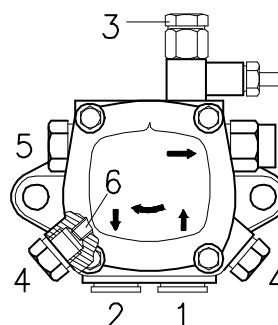

Fig. 18
7.3 Pompa (Fig. 18)
- perché la pompa possa autoinnescarsi è indispensabile allentare una delle viti 3 (Fig. 18) della pompa per sfiatare l'aria contenuta nel tubo di aspirazione.
Per variare la pressione della pompa agire sulla vite 5)(Fig. 18 pag. 19).